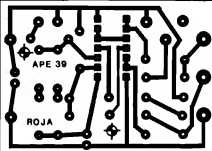

Fig. 2
- FIG. 2 - LAY OUT DO CIRCUITO IMPRESSO ESPECÍFICO - Como a quantidade de peças é reduzida, o próprio arranjo de ilhas e pistas apresenta suficiente "descomplicação" e baixo "congestionamento" para que sua realização fique ao alcance mesmo do Hobbyista ainda sem muita prática... Recomendam-se - certamente - os eternos cuidados, exaustivamente descritos em APE, para a traçagem, corrosão, limpeza, furação e verificação final do Impresso, tudo isso antes de começar as soldagens... Uma leitura atenta às INSTRUÇÕES GERAIS PARA AS MONTAGENS ajudará muito aos recém-Hobbyistas... Lembrar sempre que, mesmo partindo de componentes corretos e perfeitos, polaridades certas, soldagens perfeitas, etc., um circuito NÃO FUNCIONARÁ se o seu substrato, a placa de Impresso, tiver uma merdinha de um defeitinho (lapso ou "curto" nos caminhos cobreados), quase invisível a olho nu...
nar corretamente as peças para soldagem... Alguma duvidazinha que "sobrar" poderá ser sanada a partir de uma leitura ao TABELÃO APE, sempre encartado nas primeiras páginas da Revista, lá junto às INSTRUÇÕES GERAIS (também permanentes...). Como sempre, enfatizamos que os maiores cuidados devem ser dispensados à colocação dos componentes polarizados (Integrado, diodos, capacitores eletrolíticos), mas também a relação valor/posição das demais peças tem grande importância (se dois resistores - por exemplo - um de 10K e um de 10M tiverem suas posições trocadas, o circuito não funcionará...). Um lembrete: os terminais do trim-pot vertical são mais grossos do que a média das "pernas" das demais peças, necessitando assim de uma furação de maior calibre, na placa, para a devida inserção (observem, na fig. 2, que as "ilhas" destinadas aos pinos do dito trim-pot são mais "taludas", justamente para permitir furações de maior parâmetro). Algumas ilhas periféricas (junto